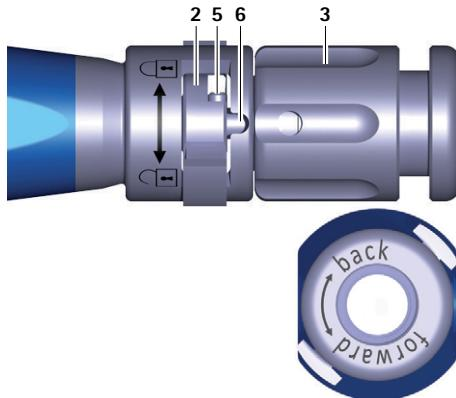

Рис. 1 Детальное изображение установочного инструмента, переключатель в открытом положении
- ▶ Повернуть поворотную гайку 3 на установочном инструменте A против часовой стрелки (направление "forward" ("вперед")), чтобы продвинуть стержень 6 вперед, см. Рис. 1.
- Повернуть переключатель 2 влево (направление ⌂), см. Рис. 1.
- ▶ Повернуть переключатель 2 влево (направление ⌂), см. Рис. 1.
- ▶ Проверить положение для подсоединения установочного инструмента A, см. Рис. 1.
- ▶ Поворачивать поворотную гайку 3 против часовой стрелки (направление "forward" ("вперед")), чтобы продвинуть стержень 6 вперед, см. Рис. 1.